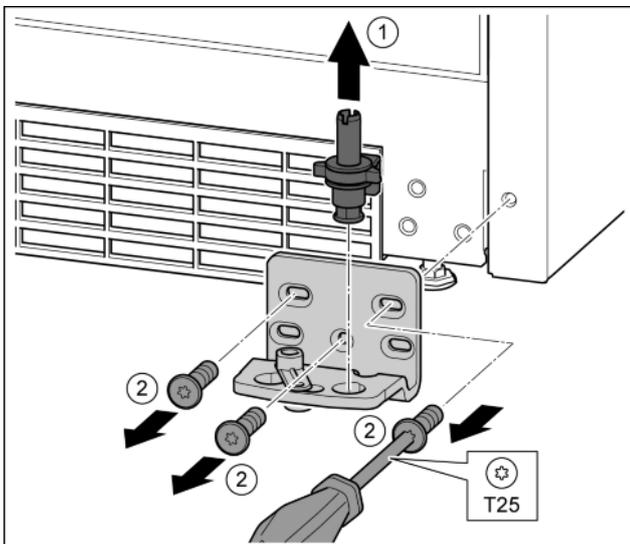

Fig. 14
- ▶ Sortir par le haut tout l'axe de palier. Fig. 14 (1)
- ▶ Desserrer les vis avec le tournevis T25 et enlever le support de palier. Fig. 14 (2)